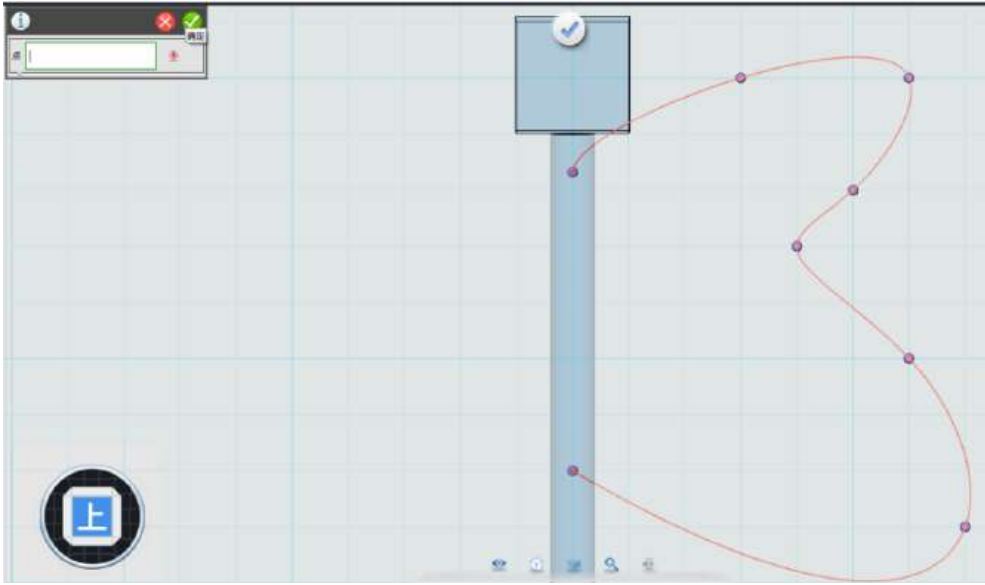

图 1-4
Step 4 单击“草图绘制”，选择“通过点绘制曲线” 功能。鼠标左键单击选择网格面，在图示位置插入点，绘制图示样条线，单击鼠标左键确定关键点的位置，如下图 1-4 所示：